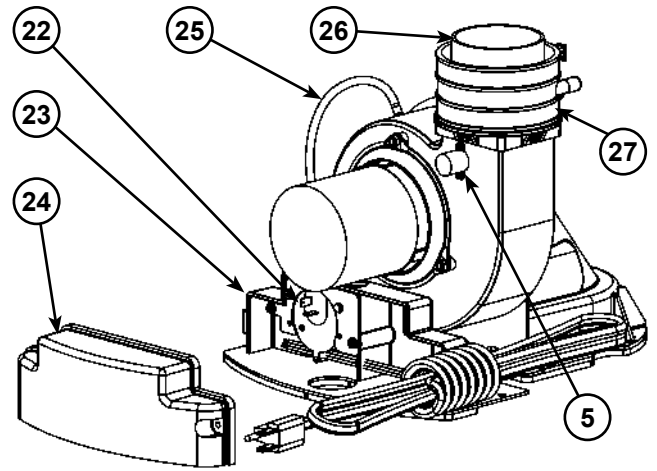

Figure 49
5. Limiteur de température (Figure 49)
21. Soufflerie et cordon d'alimentation (Figure 49)
22. Pressostat (dans boîte de jct, Figure 49)
23. Boîte de jonction (Figure 49)
24. Couvercle de la boîte de jonction (Figure 49)
25. Tube du pressostat (Figure 49)